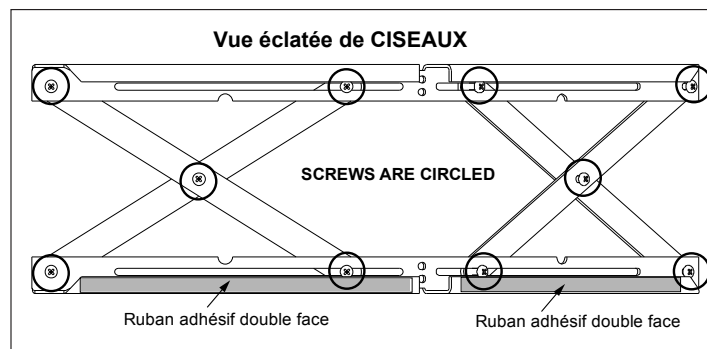

Figure 44.1
1. Le 10 vis sur chaque ensemble de ciseaux sera déjà lâches lorsqu'ils sont expédiés. **Figure 44.1.**